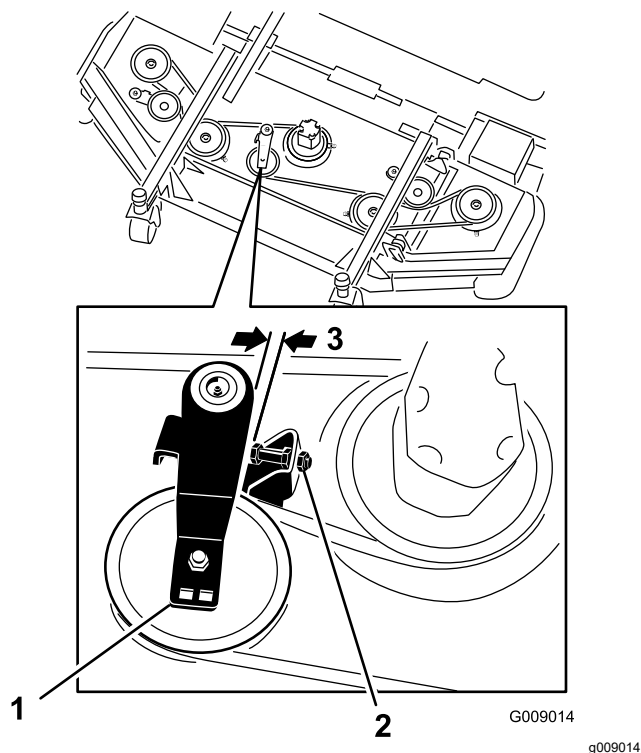

Figura 93
3. En la carcasa delantera central, afloje las contratuercas del tornillo de tope de la polea tensora y enrosque el tornillo de tope en el soporte (Figura 93).
4. Con una llave de carraca u otra herramienta similar, aleje la polea tensora de cada carcasa lateral de la correa de transmisión para aliviar la tensión de la correa y poderla retirar de la polea de la carcasa lateral (Figura 93).